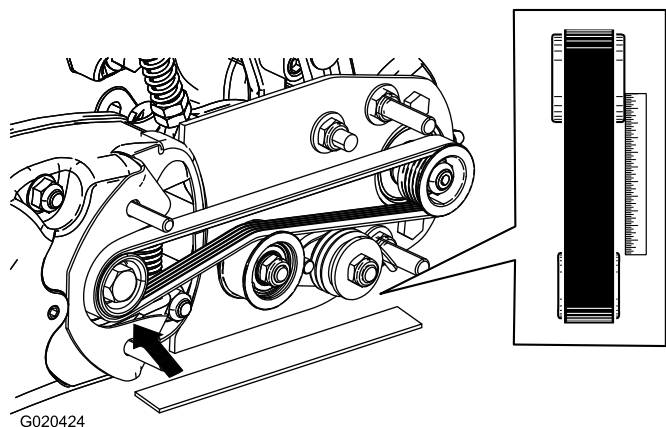

Figura 13
- A. Disponha uma régua de traçar ao longo da face externa da polia de transmissão (Figura 13). Não disponha a régua de traçar entre a polia acionada e a polia da transmissão.